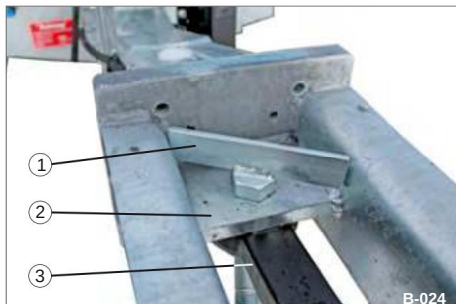
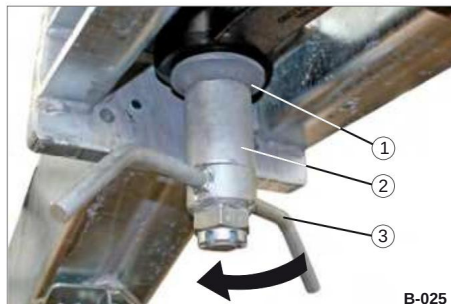

Fig. 21 Trækøje D50 hængslet i bunden
Fig. 22 Fastgør D50-trækøjet i bunden
• Sæt fastgørelsesskruen (fig. 21/1) ovenfra gennem beslaget (fig. 21/2) og trækøjet (fig. 21/3).
• Indsæt skivestøtten (fig. 22/1), afstandsstykket (Fig. 22/2) nedefra på fastgørelsesskruen på trækstangen (Abb. 21/3).
• Skru vingemøtrikken (fig. 22/3) på fastgørelsesskruen.